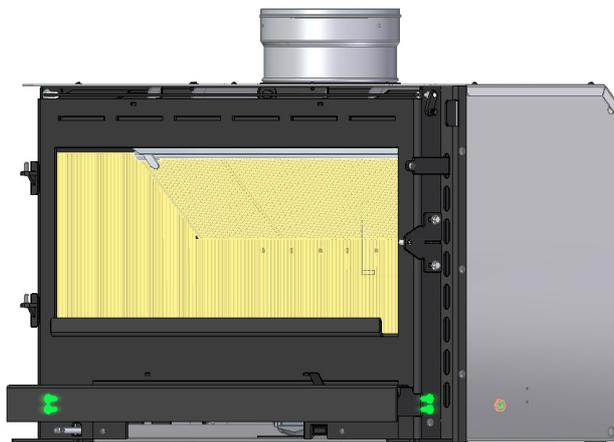

**Figura 9 – Montagem apoios superiores - PA1090G053**
8. Para aplicar os apoios superiores, antes de os fixar na parede, deve uni-los cá fora de acordo com a medida que mostra a Figura 9. A medida “Y” é a distância que o suporte irá ter á parede de fixação, esta medida deverá tirá-la no local a instalar para posteriormente poder apertar o conjunto de fixação.